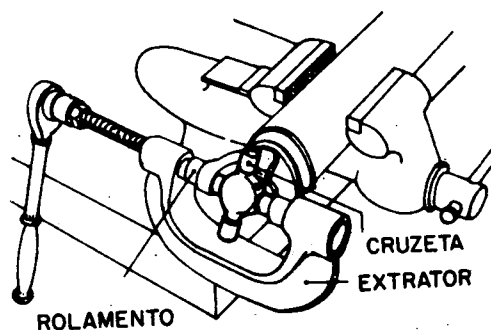

Fig. 2
- c Extraia os rolamentos, usando prensa ou extrator (fig. 2) e retire a cruzeta.